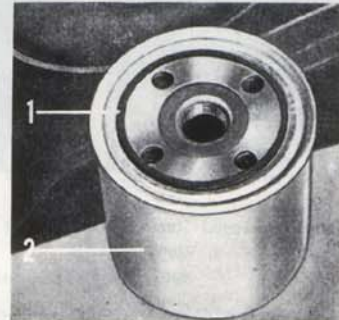

Bild 25. Renare färdig att montera
2. Stryk olja på den nya renarens gummipackning (1 bild 25) och se till att anliggningsytan för oljerenaren är fri från smuts. Packningen glider genom oljebestrykningen bättre mot tätningsytan. Skruva på renaren för hand tills den just berör blocket.